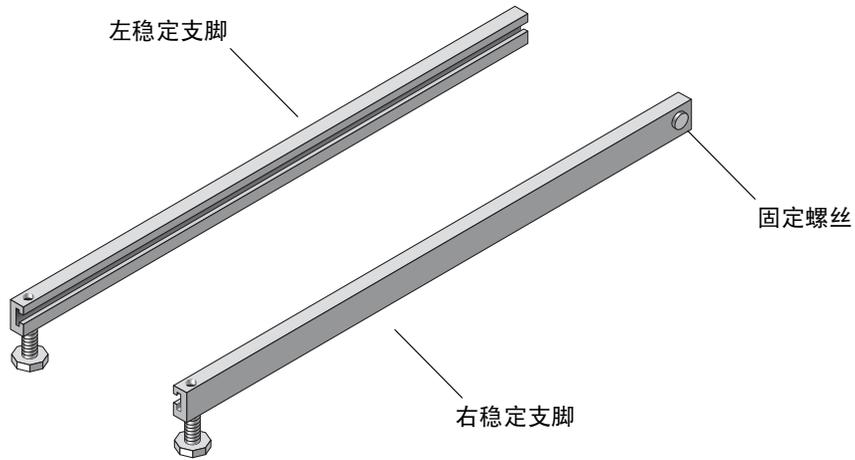

图 2-3 稳定支脚
1. 使用槽头螺丝刀拧松右稳定支脚上的固定螺丝（图 2-3）。
2. 在机箱的两侧分别插入两颗固定螺丝（图 2-3）。